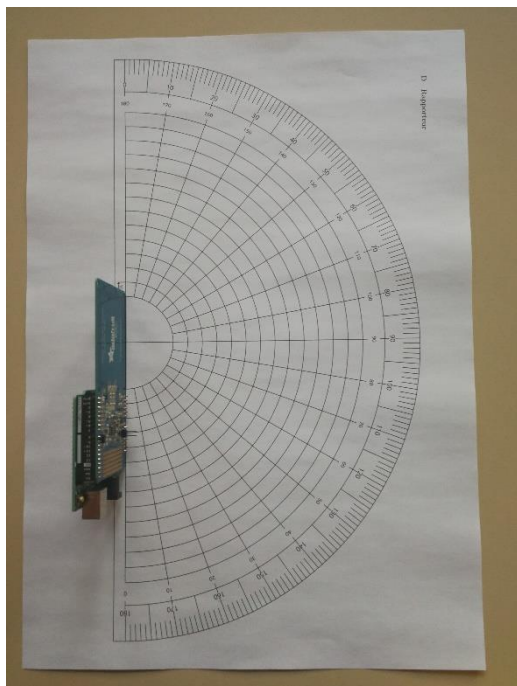

Figure 1 : Positionnement du lecteur RFID
1. Positionnez le lecteur RFID de telle sorte que l'antenne corresponde au centre du rapporteur, comme montré sur la Figure 1.